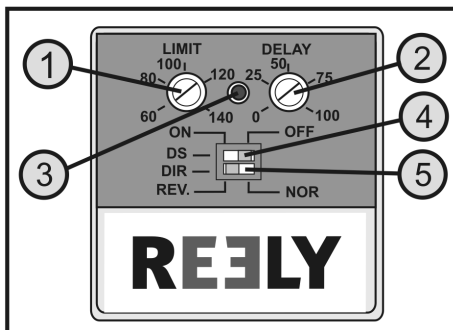

Figure 20
Régulateur de limitation de course du servo arrière « LIMIT » (voir fig. 20, pos. 1)
Régulateur de temporisation du servo arrière « DELAY » (voir fig. 20, pos. 2)
Affichage à DEL pour les états de fonctionnement correspondants (voir fig. 20, pos. 3)
Commutation servo analogique / numérique « DS » (voir fig. 20, pos. 4)
Commutation du sens de rotation servo « DIR » (voir fig. 20, pos. 5)